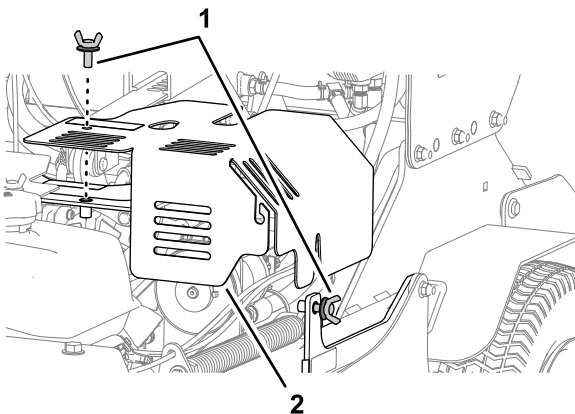

Figura 48
2. Retire el tornillo de mariposa superior, afloje el tornillo de mariposa lateral y retire la tapa izquierda del compartimento hidráulico (Figura 48).
5. Alinee el taladro y la ranura de la tapa izquierda del compartimento hidráulico con los soportes de la máquina, y sujete la tapa con los 2 tornillos de mariposa (Figura 48).